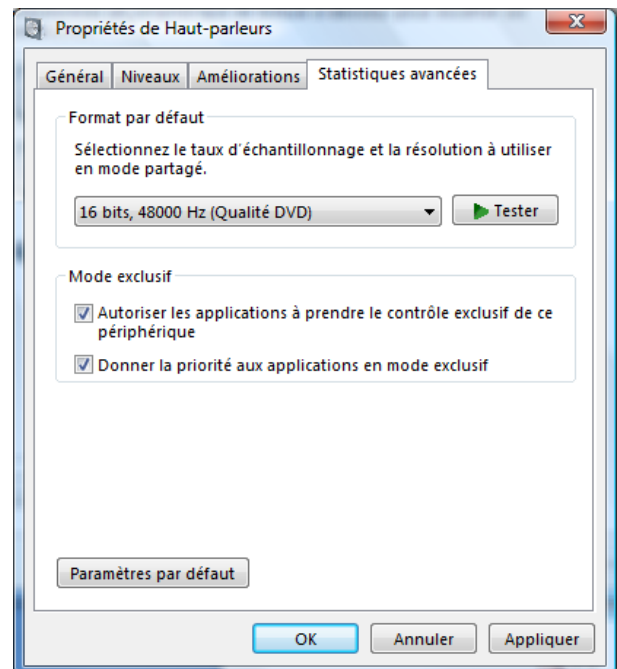

Fig 2.3
- 4) Dans l'onglet « Avancé » indiquer la résolution et le taux d'échantillonnage. Cf fig 2.3